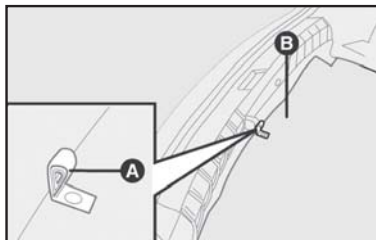

fig. 2
- Levantar o tapete de revestimento **B-fig. 2** por meio do puxador **A-fig. 2**.